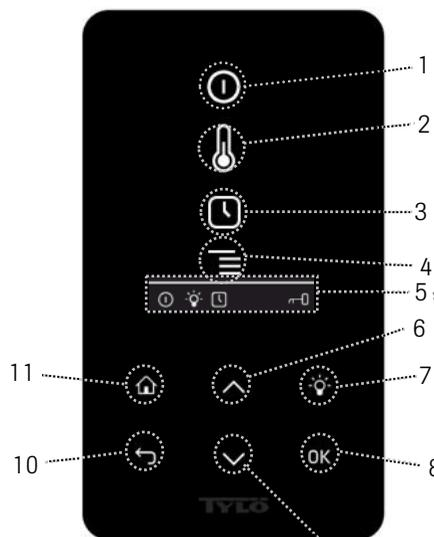

Рис. 6. Основное меню h1
11. Домой – переход в начальное основное меню (Рис. 6 и 7)